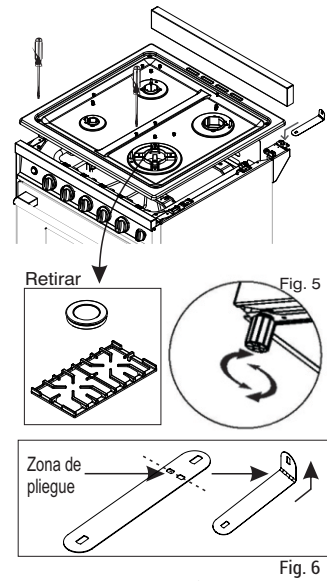

Fig. 6
**Los flejes de anclaje se proveen extendidos en la bolsa de accesorios y el gasista matriculado es quien procederá a realizar el plegado de los mismos para su instalación. (Fig. 6)*